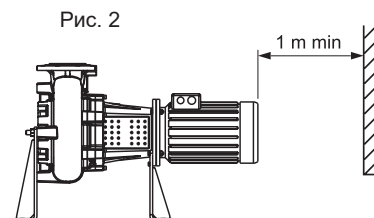

Рис. 2
- 2 - Электронасос установлен с горизонтальной осью ротора на специальных опорах и с напорным патрубком, направленным вверх (рис. 2).